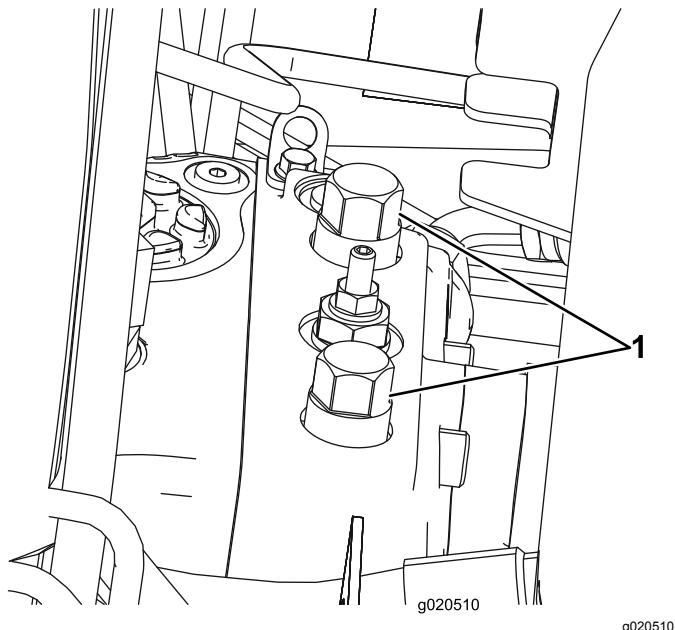

Figure 40
1. Ouvrez le capot et localisez les vannes de dérivation (Figure 40) au sommet de la pompe, derrière la batterie/les bacs de rangements.